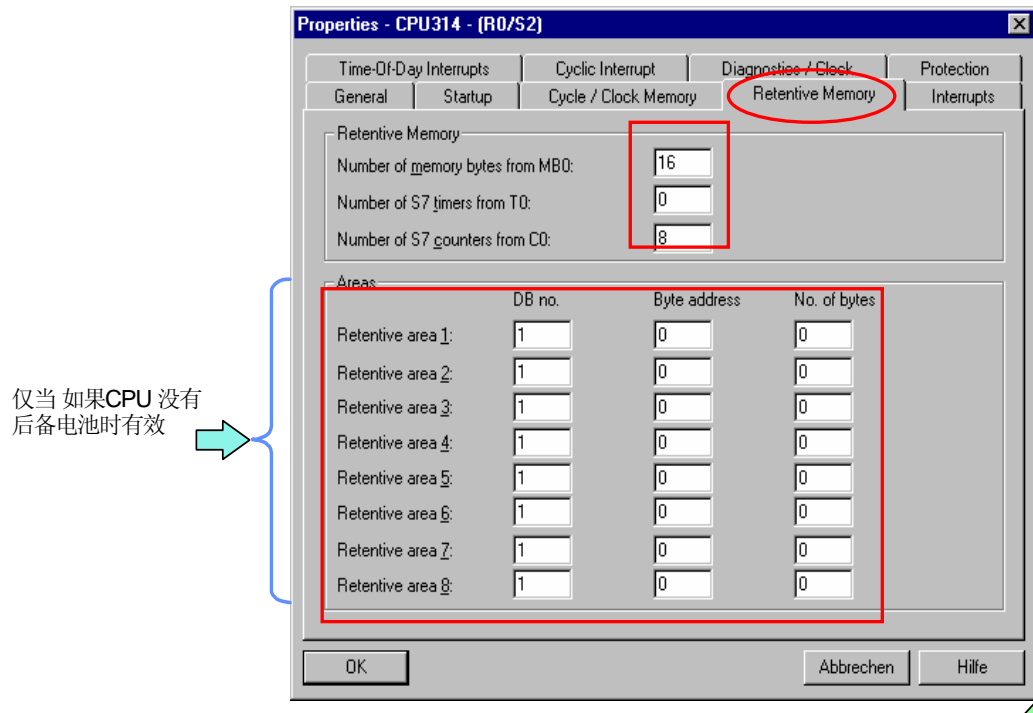

图 9-2
“保持存储器” (Retentive Memory) 标签页用来指定需要保持的位存储器(M)、定时器(T)、计数器(C)和数据块 (DB) 区域。(如图 9-2)